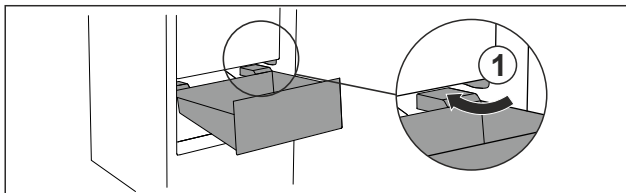

Fig. 17
- ▶ Обвести висувний ящик навскіс навколо стопора Fig. 17 (1).